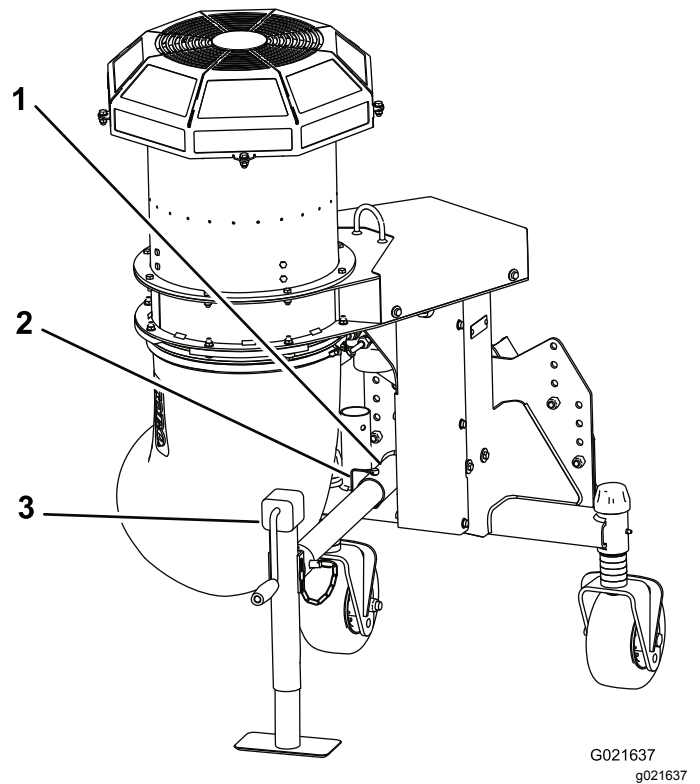

図 8
10. ジャッキスタンドのチューブをフレームのチューブを差し込み、取り付け穴をそろえ、スナッパピンで固定する 図 8。